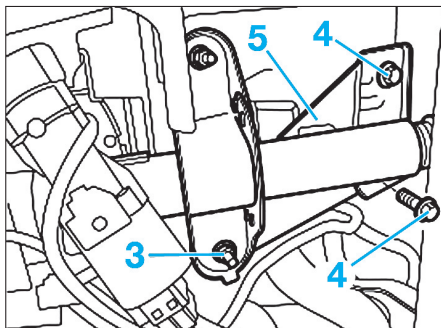

Fig. 10
- Dévisser les écrous (3) et les vis (4) qui fixent le support de colonne de direction (5) (Fig.10).